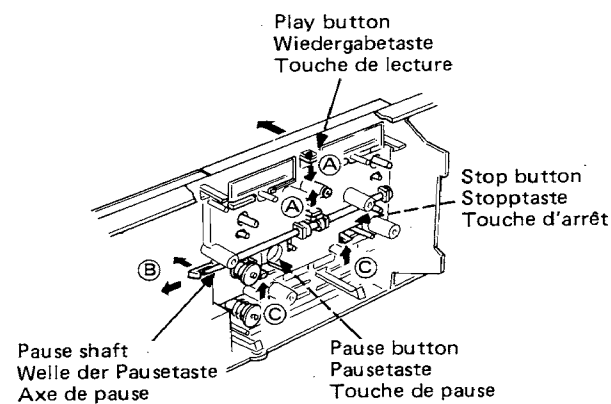

Fig. 5 Abb. 5
7. Control buttons (Fig. 5)
7. Bedientasten (Abb. 5)
7. Touches de commande (Fig. 5)